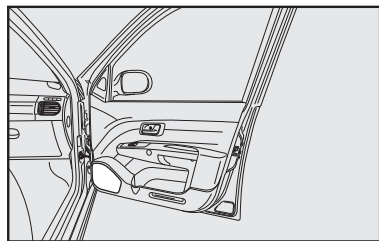

fig. 131
- alto-falantes na porta dianteira **fig. 131**.